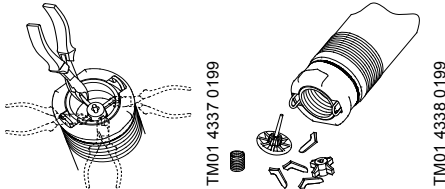

Fig. 7
1. Cortar los soportes de la guía de la válvula, utilizando alicates de corte lateral u otra herramienta similar, ver fig. 7.